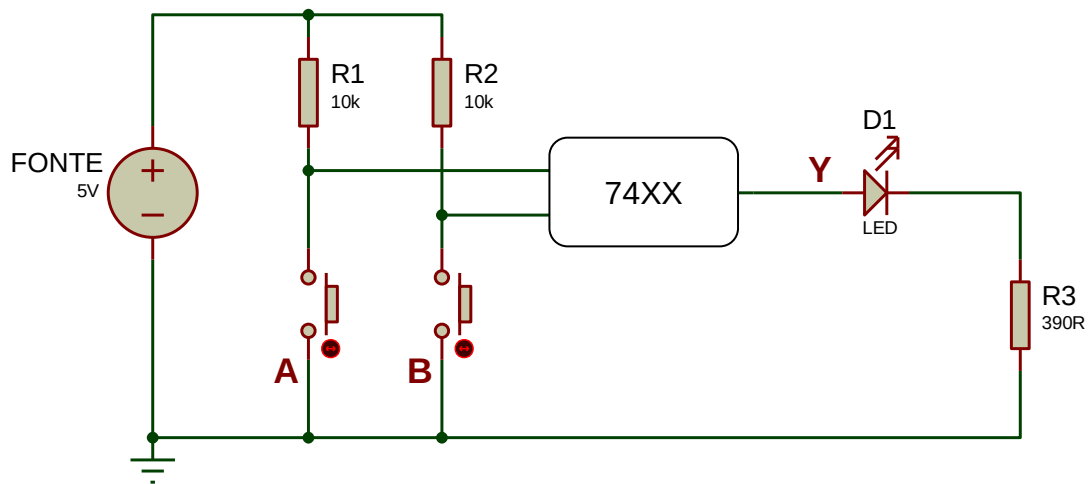

Figura 2 - Circuito de referência com resistores de *pullup*.
3. Em uma *protoboard* monte o circuito apresentado no diagrama esquemático da Figura 1ou da Figura 2, e posteriormente excite a porta lógica com todas as combinações de entrada possíveis.